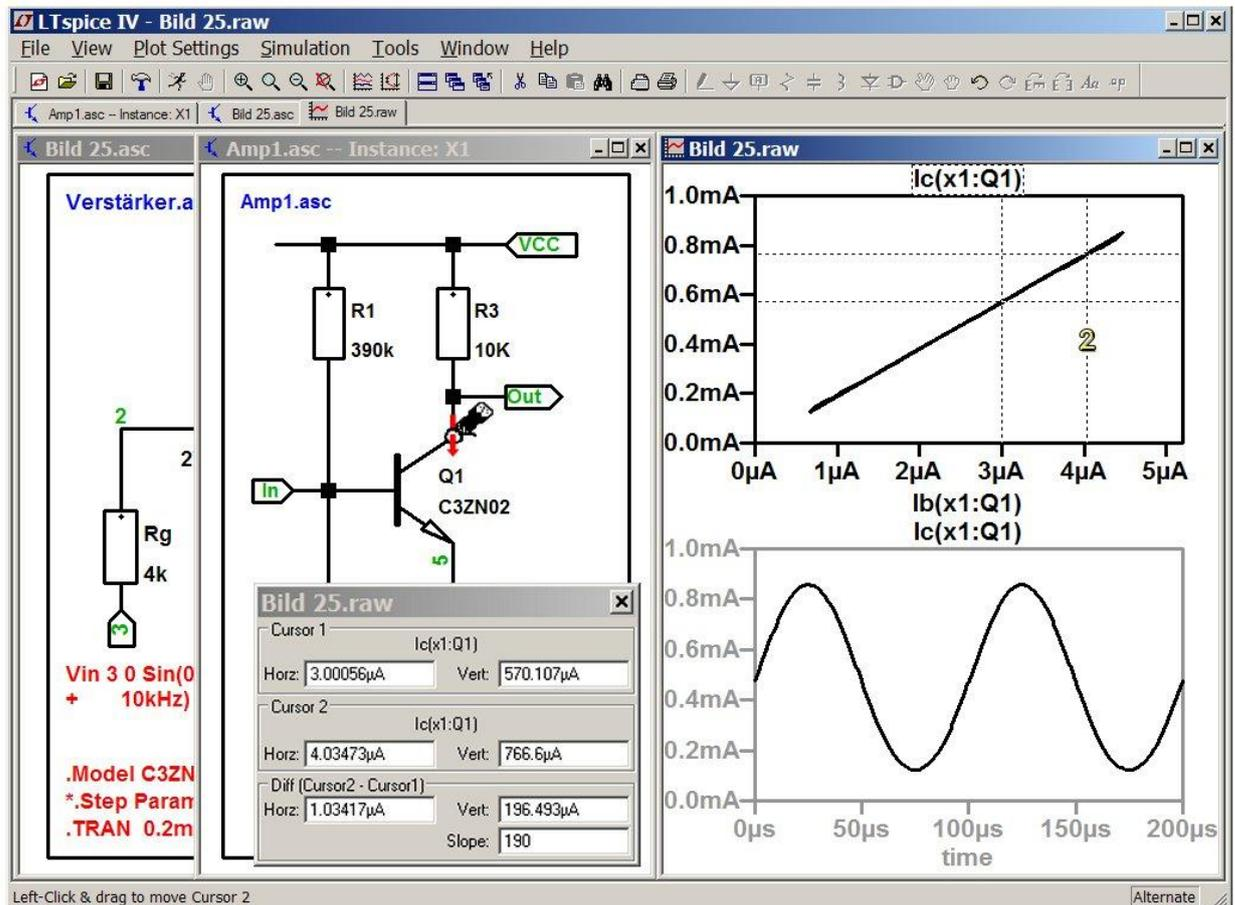

Bild 32: Zur Ausschaltung der x-Achsen-Synchronisation
- **Synchronisation der x-Achsen:** Werden zwei Plots in getrennten Feldern dargestellt, haben normalerweise beide dieselbe x -Variable. Diese Synchronisation kann ausgeschaltet werden: Durch **Rechts**-Klick in das *Plot-Fenster* (nicht auf die Titel-Leiste des Plot-Fensters) öffnet sich ein „Werkzeug-Menü“, siehe **Bild 14 a**). Dort kann durch **Links**-Klick auf das Werkzeug **Sync. Horiz. Axes** das Häkchen weggenommen werden. Anschließend können unterschiedliche Variablen gewählt werden. Dies soll am Beispiel der Verstärker-Schaltung durch **Bild 32** verdeutlicht werden: